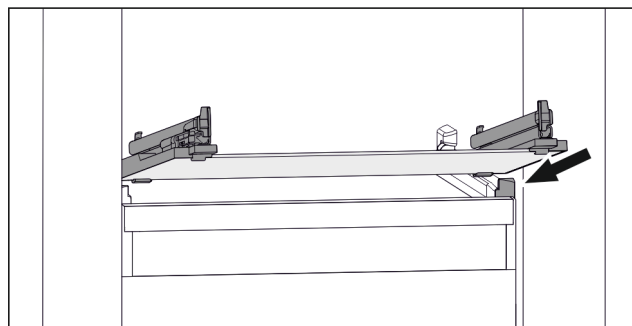

Fig. 140 Eksempel på fremstilling av glassplaten
- Sett glassplaten på skrå bak stopperne. (se Fig. 140)